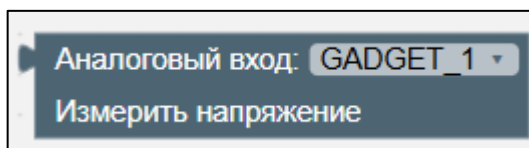

Рисунок II-42 – Блок «Аналоговый вход. Измерить напряжение»
5. Блок «Аналоговый вход. Измерить напряжение» (см. Рисунок II-42).